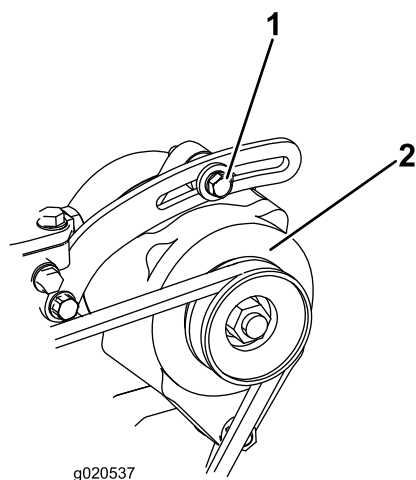

Figura 74
Controllate lo stato e la tensione della cinghia (Figura 74) ogni 100 ore di servizio.
2. Se l'inflessione non è di 10 mm, allentate i bulloni di fissaggio dell'alternatore (Figura 74). Aumentate o riducete la tensione della cinghia dell'alternatore e serrate i bulloni. Controllate di nuovo l'inflessione della cinghia per accertare che sia esatta.